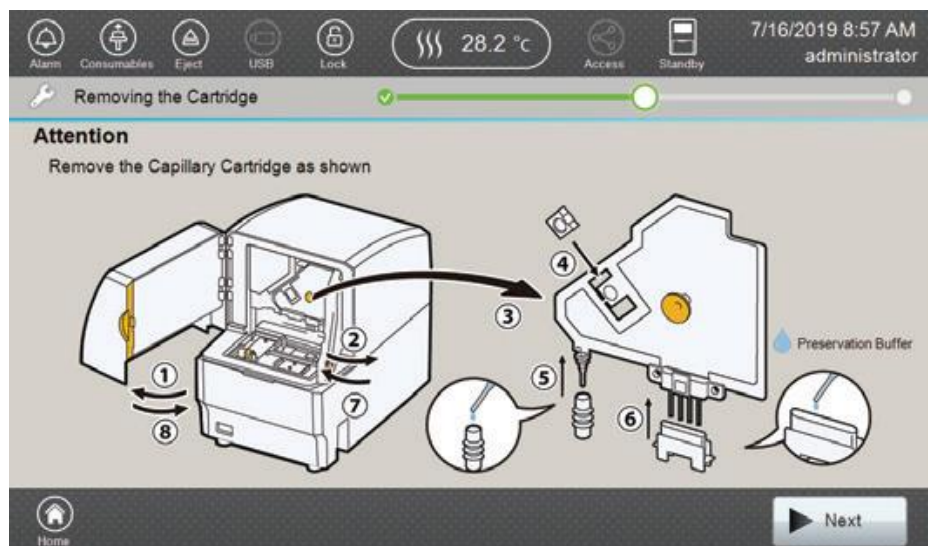

図 40 Removing the Cartridge 画面
4. **Next** のボタンを押すと Autosampler is moving という警告画面が表示されます。またステータスインジケーターが緑の点滅中は、**Do Not open door** と表示されます。Removing the Cartridge の画面（図 40）が表示されるとステータスインジケーターが緑の点灯に戻ります。
5. Removing the Cartridge 画面（図 40）が表示されたら、装置のドアを開けてください。
8. キャピラリーカートリッジ（図 41）の中央にある黄色のノブを持ってください。図 40 のステップ 3 に示されるように、始めにキャピラリーカートリッジの下部分を上げながら手前にずらし、続いてキャピラリーカートリッジを上へずらして外してください。
9. 図 40 のステップ 4 に表示されているように、検出ユニットに保護カバーを取り付けてください。
10. キャピラリーカートリッジのアノード側の保護カバー（図 35）を 400ul の Preservation Buffer で満たし、図 40 のステップ 5 のとおりキャピラリーカートリッジに取り付けてください。
11. キャピラリーカートリッジのカソード側の保護カバー（図 35）を 4ml の Preservation Buffer で満たし、図 40 のステップ 6 のとおりキャピラリーカートリッジに取り付けてください。
13. オープンユニットのドアと装置のフロントドアを閉じてください。オートサンプラーがホームポジションに移動中は、ステータスインジケーターがオレンジの点滅となり、ホームポジションへの移動が完了すると緑の点灯に変わります。Removing the Cartridge 画面（図 40）の **Next** のボタンを押し、続いて表示される Uninstall Completed 画面の **Finish** のボタンを押してください。